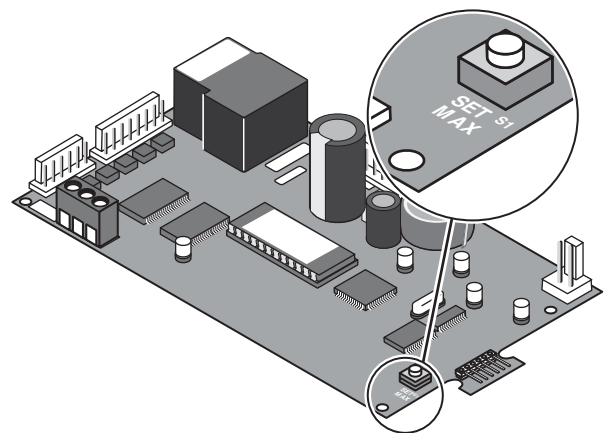

Figure 33.
3. Appuyer sur la touche « **Max. Temp. Set Point** » à l'arrière du tableau de commande (voir la figure 33).